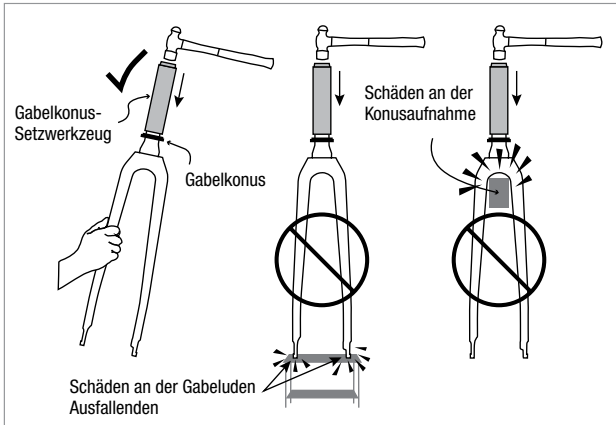
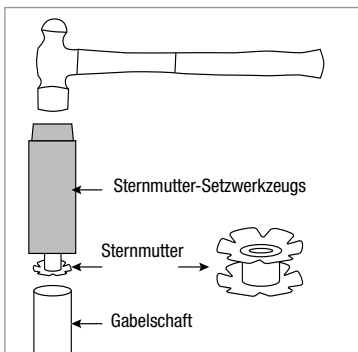

Abbildung 2
Abbildung 10
**▲ WARNUNG:** Stellen Sie die Gabel nicht auf die Ausfallenden und halten Sie die Gabel nicht am Konusssitz, wenn Sie den Konus installieren. Dadurch kann die Gabel beschädigt werden (Abbildung 2).
- A. Halten Sie die Gabel mit eine Hand (Abbildung 2) und installieren Sie mithilfe eines Sternmutter-Setzwerkzeugs und eines Hammers eine neue Sternmutter (Abbildung 10).